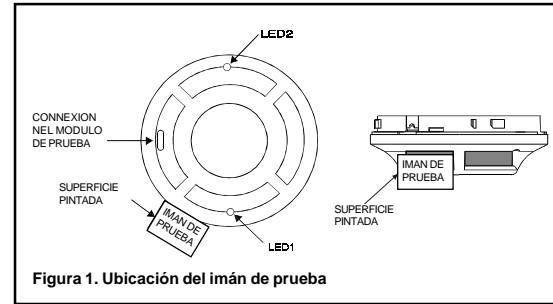

Figura 1. Ubicación del imán de prueba
1. Pruebe el sensor situando el imán de prueba al lado de la carcasa exterior a unos 2 cm de distancia del LED1 en dirección al enchufe, según se indica en la Figura 1.